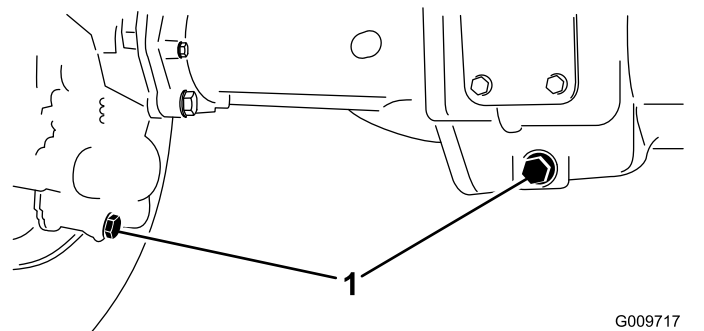

Bild 89
2. Reinigen Sie den Bereich um die drei Ablassschrauben, d. h. jeweils eine an beiden Enden und eine in der Mitte (**Bild 89**).